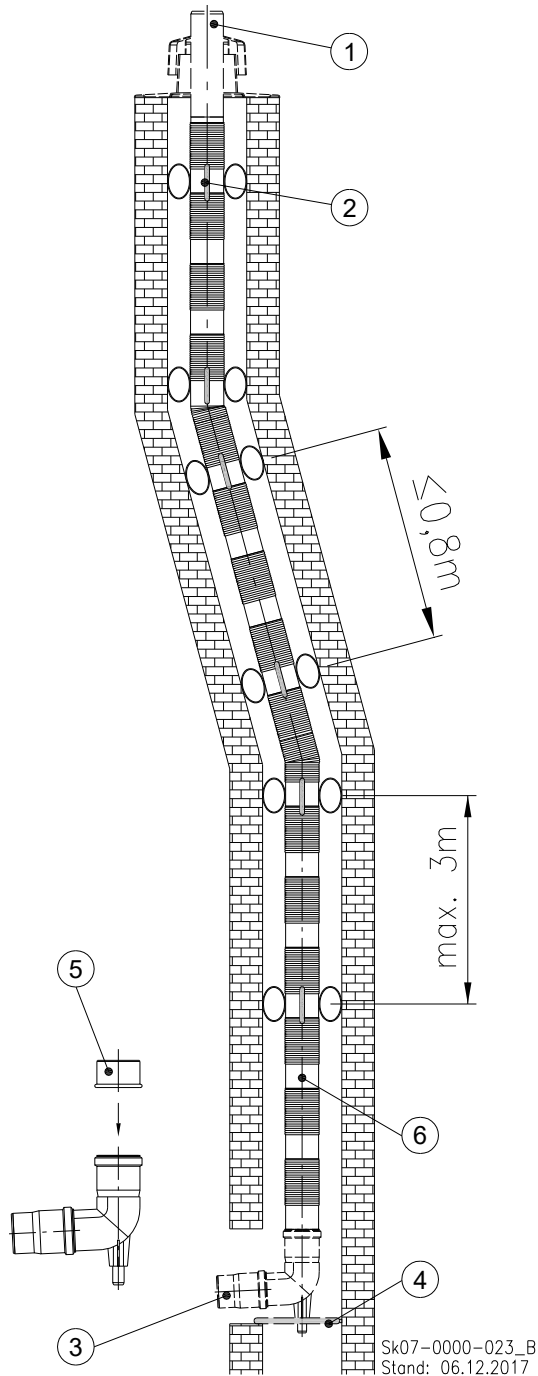
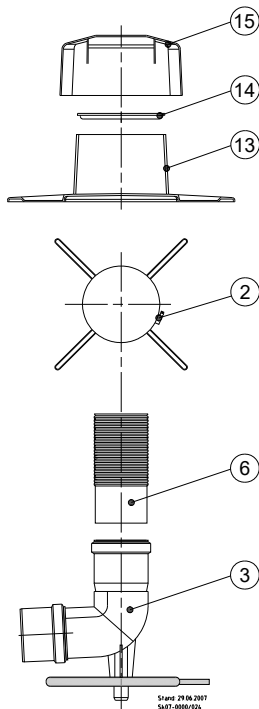

Abb. 60: Kaminsystem, flexibel
Abb. 62: Detail-Zeichnung Befestigung Schachtabdeckung
Legende zu Abb. 60:
- ➔ Säubern und entgraten Sie das Einsteckende des Abgasrohres ⑥ (s. Abb. 60).
- ➔ Reiben Sie das Einsteckende des Abgasrohres ⑥ mit säurefreiem Gleitmittel ein.
- ➔ Stecken Sie das sichtbare glatte Ende des Abgasrohres ⑥ in den auf dem Auflager sitzenden Stützbogen ③.
Legende zu Abb. 62:
②	Abstandhalter
③	Stützbogen mit Auflager
⑥	Flexibles Abgasrohr
⑬	Unterteil der Schachtabdeckung
⑭	Flexrohrklemme
⑮	Abdeckhaube
- ➔ Schieben Sie als erstes das Unterteil der Schachtabdeckung ⑬ (s. Abb. 62) über das Leitungsende Abgasrohr ① (s. Abb. 60).
- ➔ Spreizen Sie die Flexrohrklemme ⑭ auf.
- ➔ Schieben Sie die aufgespreizte Flexrohrklemme über das Leitungsende bis zum Unterteil der Schachtabdeckung ⑬.